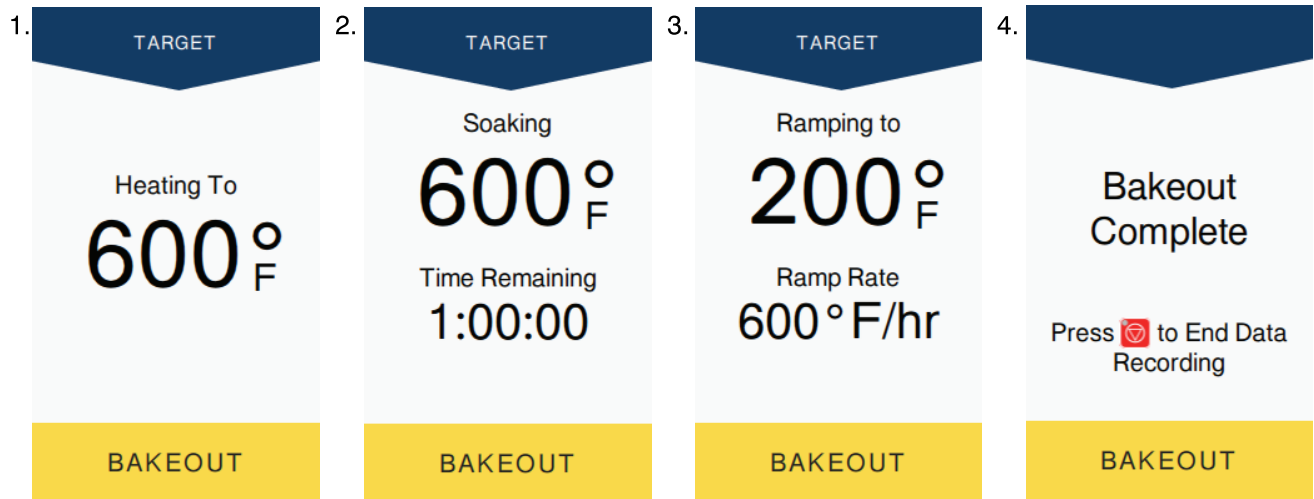
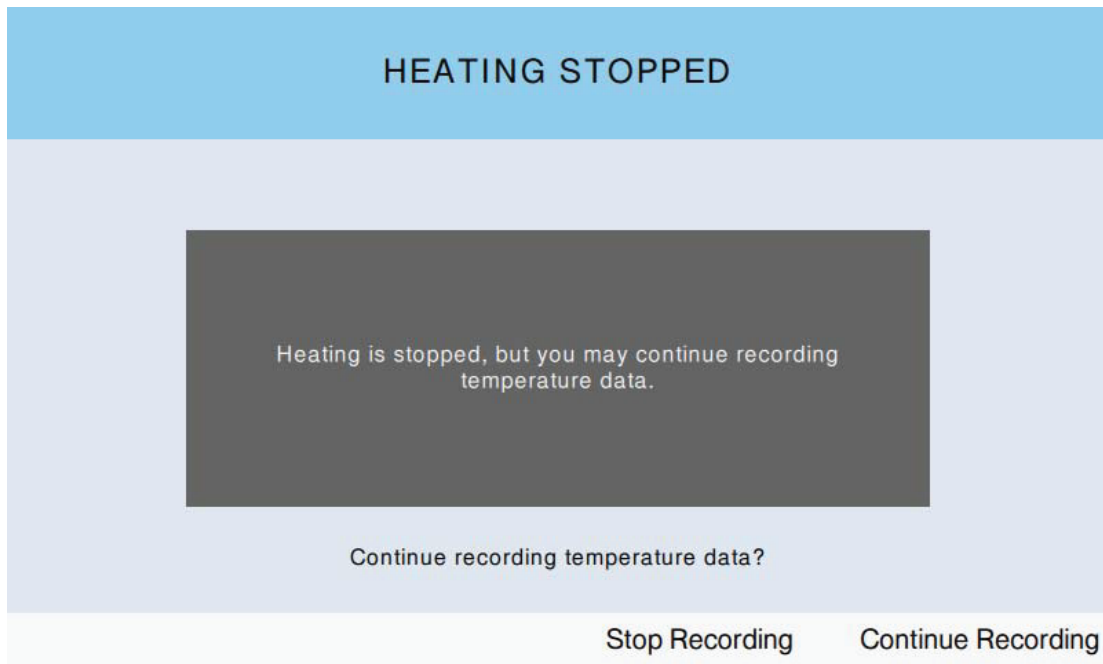

Figura 6-9. Schermate delle sequenze di cottura
Figura 6-10. Messaggio Interrompi registrazione
Step 7. Al completamento della sequenza di cottura, viene visualizzato un messaggio per premere **[Interrompi]**. Dopo aver premuto **[Interrompi]**, viene visualizzato un secondo messaggio che chiede se occorre interrompere la registrazione. Premere **[Interrompi registrazione]** per terminare la registrazione o **[Continua registrazione]** per continuare la registrazione. Vedere la Figura 6-10.
Quando si preme **[Esegui]**, il riscaldatore raggiungerà la temperatura target di cottura, si immergerà per la durata programmata e scenderà fino alla temperatura finale. Vedere la Figura 6-9 e la Figura 6-10.